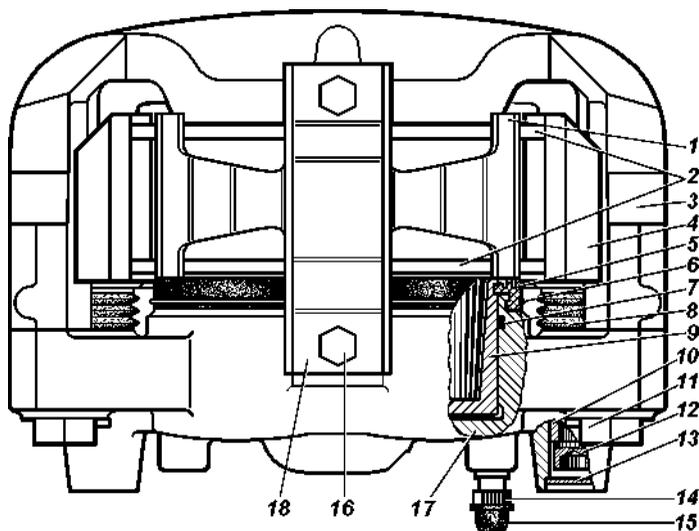

Рис. 9.22. Передние дисковые тормоза:
**Дисковые тормозные механизмы передних колес.** Для осмотра тормозных колодок 2 (рис. 9.22) установите автомобиль на горизонтальной площадке, затормозите стояночным тормозом. Осмотр колодок проводите через окно в суппорте 4. Если фрикционные накладки износились до толщины 1,5-2,0 мм, то замените колодки новыми. Замену производите на обоих передних тормозах.